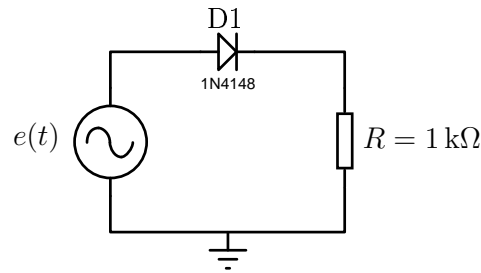

FIGURE 1 – Circuit pour le redressement mono-alternance.
- ☞ Réalisez le montage représenté figure 1.